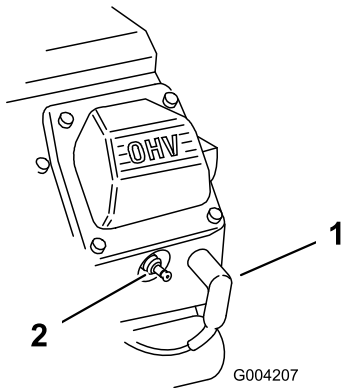

Figura 153
2. Puxe os cabos das velas (Figura 153).